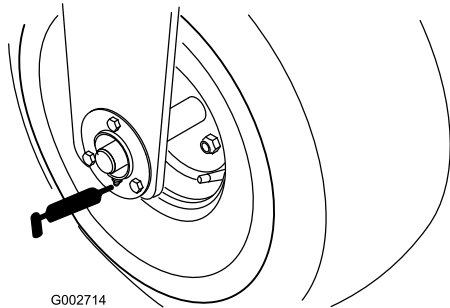

Figura 19
- Rolamento da roda dianteira (1) (Figura 19)